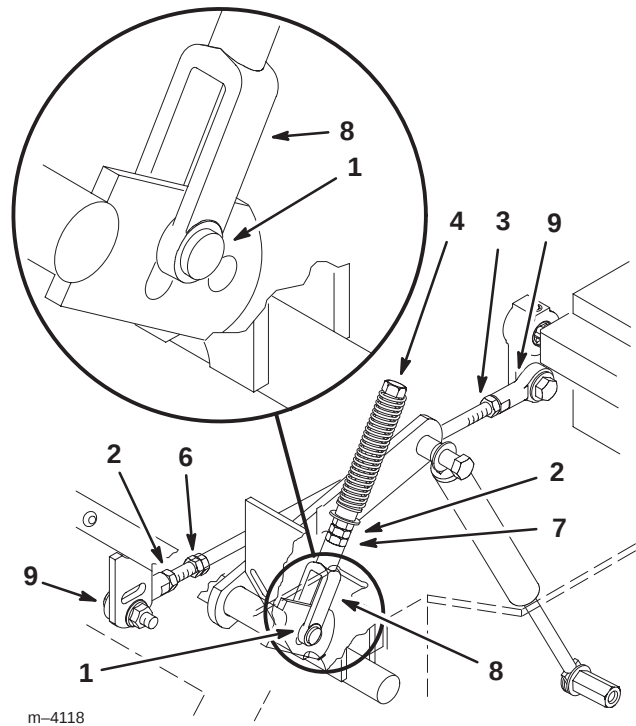

Figure 49
6. Tirez ensuite le levier en arrière jusqu'à ce que l'axe de chape (situé sur le bras au-dessous de l'axe de pivot) touche l'extrémité de la fente (c.-à-d. commence juste à appuyer sur le ressort) (Fig. 49).
8. Si un réglage s'impose, desserrez l'écrou et l'écrou de blocage vissés contre la chape (Fig. 49).
10. Serrez l'écrou et l'écrou de blocage (Fig. 49).
1. Desserrez les contre-écrous sur les rotules de la tige de commande de la pompe (Fig. 49).
3. Réglez la longueur de la tige de pompe en tournant les doubles écrous dans le sens voulu, jusqu'à ce que la roue soit immobilisée ou tourne légèrement en marche arrière (Fig. 49).
6. Serrez les écrous contre les rotules (Fig. 49).